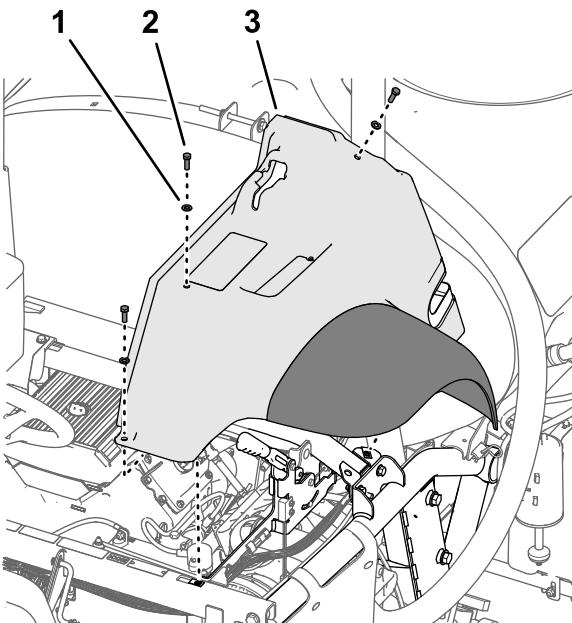

**Bild 215**
2. Befestigen Sie die innere Kotflügelhaube mit den sechs Eindrückbefestigungen an den Rahmenrohren (**Bild 215**).
3. Fluchten Sie die Löcher im Kotflügel mit den Löchern im Rahmen der Maschine aus, wie in **Bild 215** abgebildet.